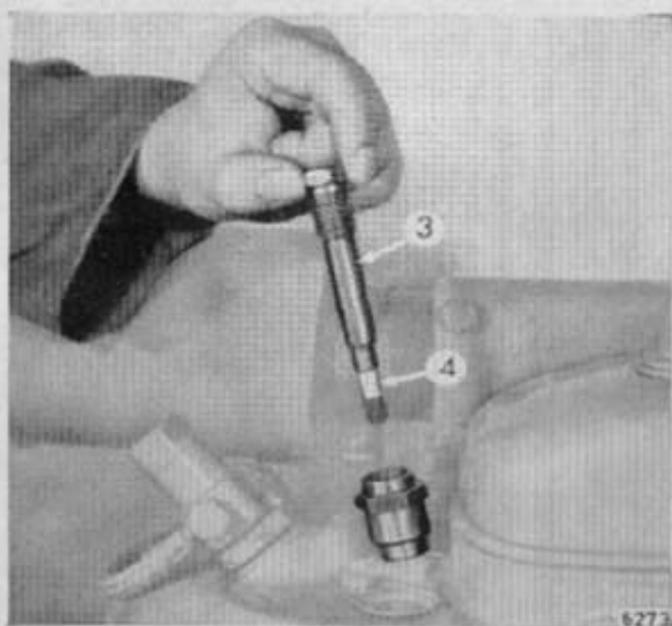

Bild 10
3. Glimmpapierhalter 3 (Bild 10) aus dem Zylinderkopf schrauben, selbstzündendes Glimmpapier 4 mit dem nicht imprägnierten (weichen) Ende fest in den Halter einstecken und Halter wieder gut einschrauben.